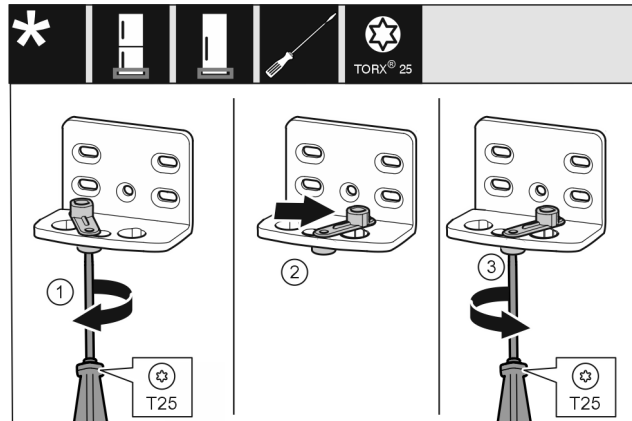

Fig. 13
- ▶ Завийте хлабаво винта с отвертка T25. Fig. 13 (1)
- ▶ Повдигнете помощното приспособление за затваряне на вратата и го завъртете в отвора с 90° надясно. Fig. 13 (2)
- ▶ Затегнете винта с отвертка T25. Fig. 13 (3)